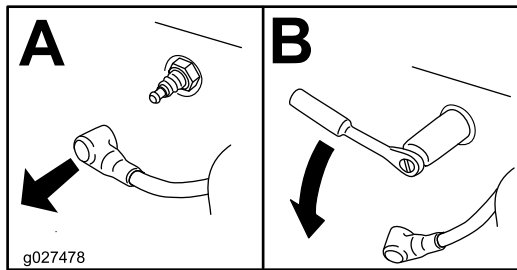

Figure 42
4. Déposez la bougie (Figure 42).